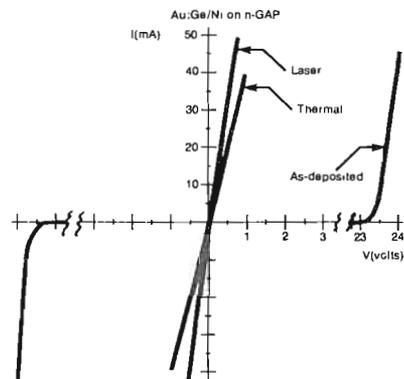

Fig. 43 - Resistenze dei contatti AuGeNi su GaP con due diversi trattamenti e senza trattamento (as deposited). Riguardo alla fonte Vds annotazione fig. 42.
- a) La deposizione per implantation, senza trattamento successivo (in fig. 43 si riferisce alla curva «as deposited»)
- b) Connubio grossolano fra materiale dei contatti e semiconduttore ottenuto col normale processo di ricottura in forno a 575°C (in fig. 43 si riferisce alla curva «thermal»)
In fig. 43 si riferisce alla curva «laser». (foto da: «Laser annealing» European Electronics. Risultati di esperienze presso la Tranchant Electronics di Redhill Surrey U.K.).